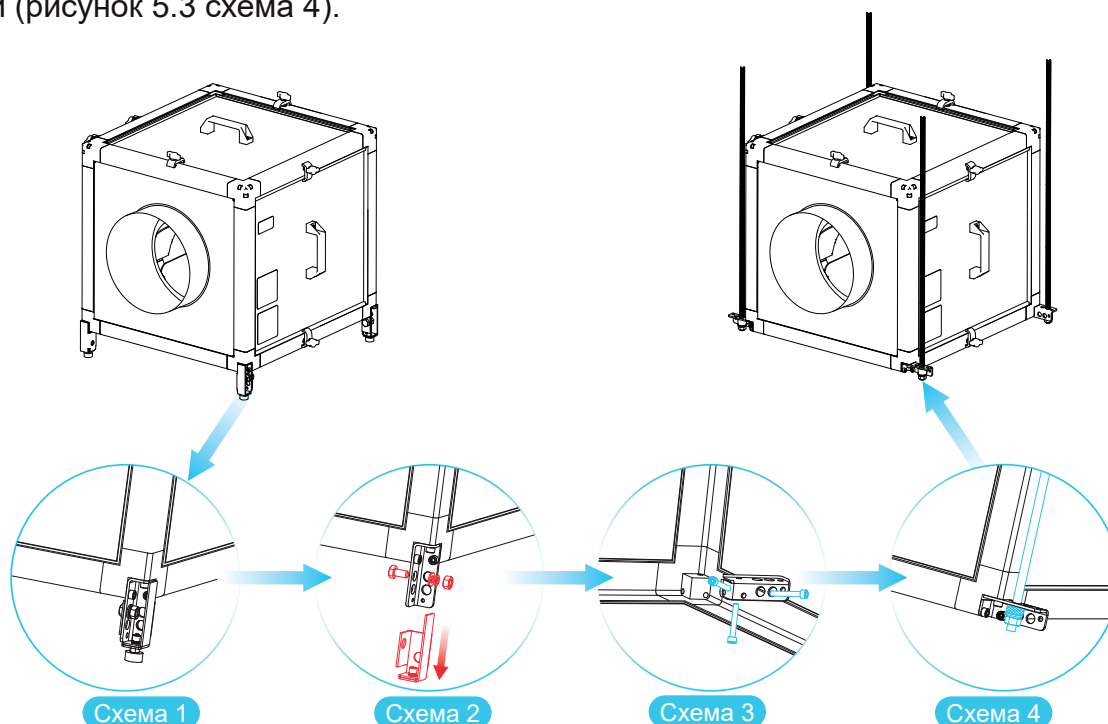

Рисунок 5.3 – Изменение способа монтажа из напольного в подвесной
5.10 При необходимости изменения способа монтажа из напольного в подвесной, демонтируйте корпус ножки (рисунок 5.3, схема 2). Выкрутите винты, которые крепят универсальный уголок и переверните его в положение, согласно рисунку 5.3, схема 3. Закрепите уголок. Далее установите виброшайбу (поставляются в комплекте с вентилятором), проденьте шпильку (допустимая шпилька М6-М10) и зафиксируйте шайбой с гайкой (рисунок 5.3 схема 4).